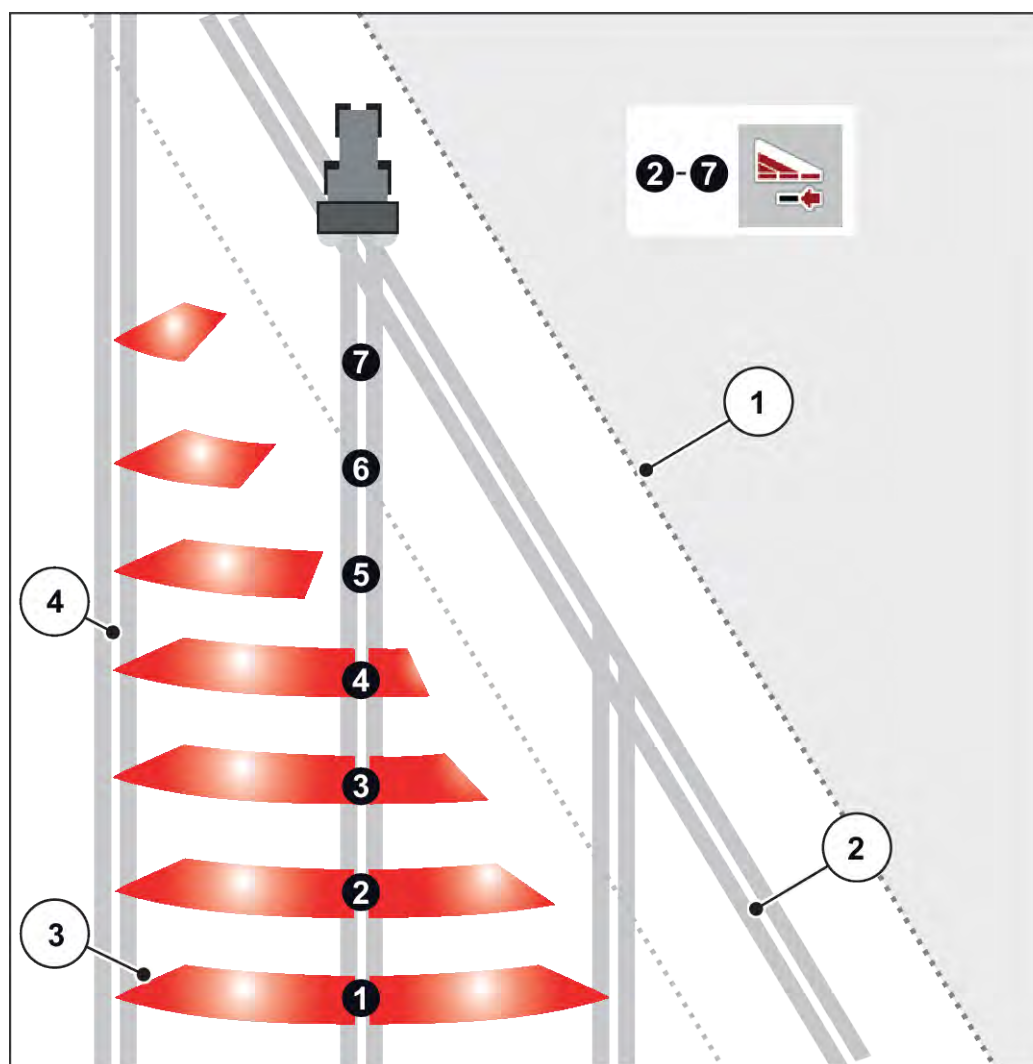

Рис. 38: Автоматическое переключение секций штанги
- Переключение секций штанги можно осуществлять снаружи вовнутрь или изнутри наружу. См. *Рис. 38 Автоматическое переключение секций штанги*